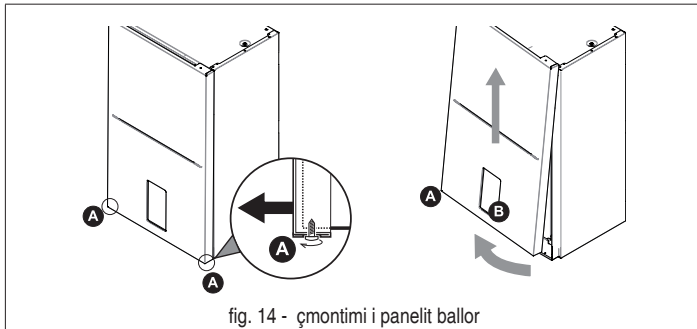

fig. 14 - çmontimi i panelit ballor
- Zhvidhosni pjesërisht vidat A (shih "fig. 14 - çmontimi i panelit ballor").
- Nxirreni panelin B dhe hiqeni atë nga fiksime të sipërme (shih "fig. 14 - çmontimi i panelit ballor").